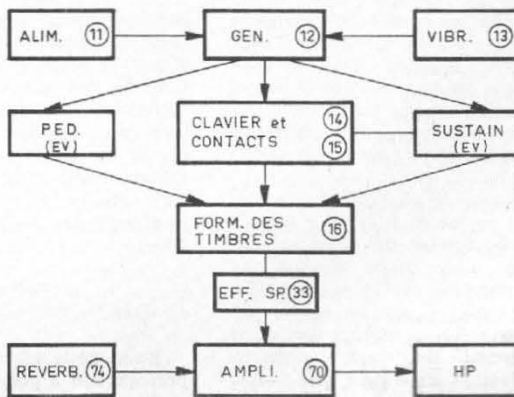

Fig. 8.
À la figure 8 on voit que l'ensemble comprend onze parties dont la signification des termes abrégés est facile à saisir. Les numéros cerclés indiquent les numéros des documents très détaillés les concernant et fournis aux éventuels constructeurs amateurs de ces orgues.
Le vibrato, signal provenant de l'unité vibrato (voir aussi Fig. 8) est introduit dans l'oscillateur par le point (3) en passant par une résistance (4) de 100 kΩ. Ce signal module en fréquence celui de l'oscillateur.